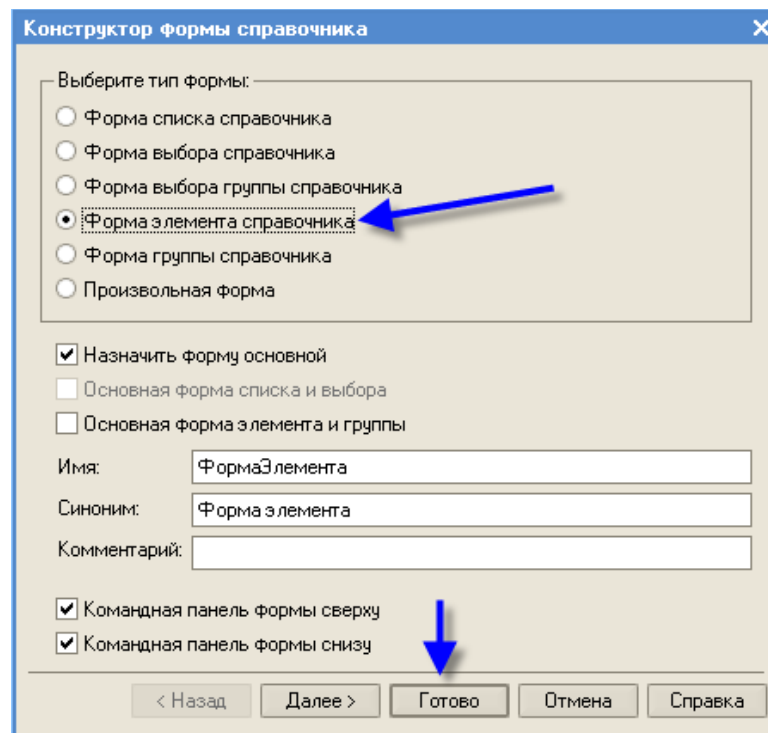

Рис. 115
- с помощью конструктора создадим основную форму диалога (рис. 115, 116);